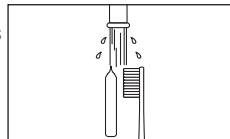

Fig. 14
- 3) Après avoir utilisé la clé, nettoyez toutes les surfaces externes de la clé avec une brosse à dents souple pendant 15 secondes ou plus. (Z95L / Z99L) (Fig. 14)